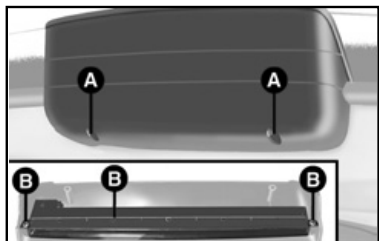

fig. 34
1) com a tampa traseira aberta, retirar os parafusos **A-fig. 34** e remover o brake light;
3) retirar os parafusos **B-fig. 34** e substituir o conjunto de lâmpadas ou somente a lâmpada defeituosa.